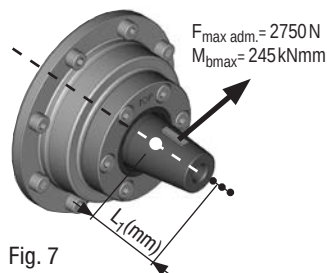

Fig. 7
- La force appliquée par la tension de la courroie sur le point d'application de la force (voir fig. 7) ne doit pas dépasser $F_{\text{max adm.}} = 2750 \text{ N}$.
- Si le point d'application de la force se déplace vers l'avant (voir fig. 7, petits points), la force $F_{\text{max adm.}}$ diminue selon la formule suivante :